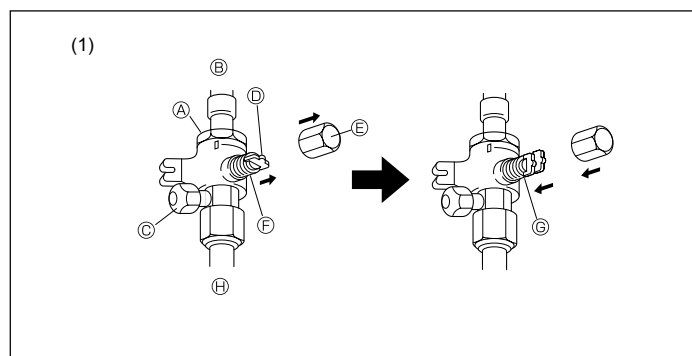

Fig. 5-8
(1) Lado de gas (Fig. 5-8)
(2) Cerciórese de que la válvula de parada esté completamente abierta, empuje la manivela y enrosque la tapa en su posición original.